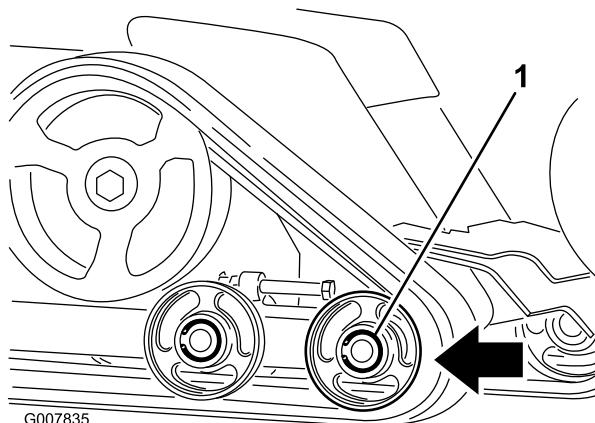

Figure 46
6. Poussez le galet de roulement avant vers l'arrière aussi loin que possible (Figure 46).
8. Lorsque la chenille est déchaussée, déposez-la de la machine (Figure 46).
9. Pour installer la chenille neuve, commencez par l'enrouler autour du pignon d'entraînement, en veillant à ce que les crampons s'engagent correctement entre les entretoises du pignon (Figure 46).
10. Poussez la chenille sous et entre les galets de roulement arrière et central (Figure 46).